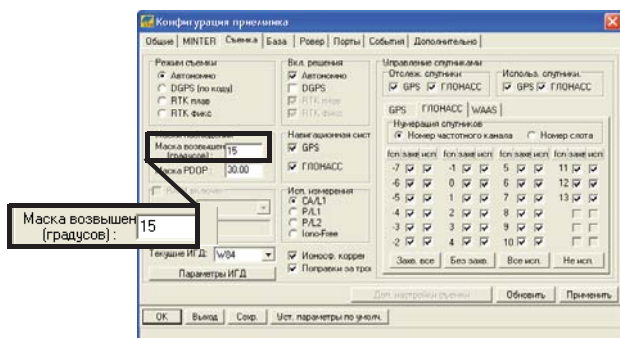

Рис. 3-34. Настройка параметров съемки – Маска возвышения
8. Выберите вкладку *Съемка* и установите в поле *Маска возвышен.* значение 15 градусов (Рис. 3-34), нажмите **Применить**.